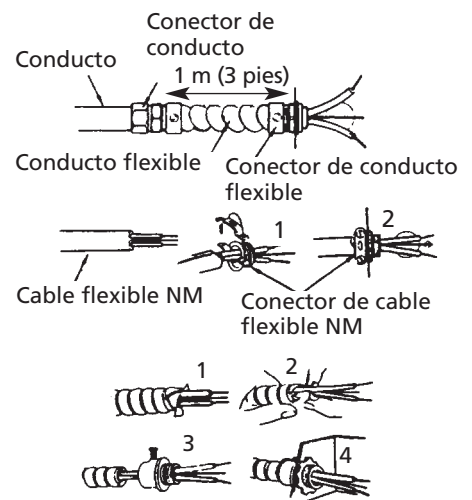

Figura 6 – Conectores, Cable y Herrajes Utilizados para Cablear el Calentador
- Instale el conector de cable en la unidad (consulte la Figura 6) y deslice el conductor de calibre 10 a través del conector de cable.
**AVISO:** En ciertas aplicaciones, el uso de conductos podría ser necesario (consulte la Figura 6). Verifique los códigos eléctricos locales. Si usted pasa el cable por un conducto y desea poder girar el calentador, asegúrese de comprar suficiente conducto flexible para poder girar el calentador.